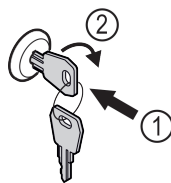

Fig. 207
► Insérer la clé. Fig. 207 (1)
► Tourner la clé à 90° dans le sens horaire. Fig. 207 (2)